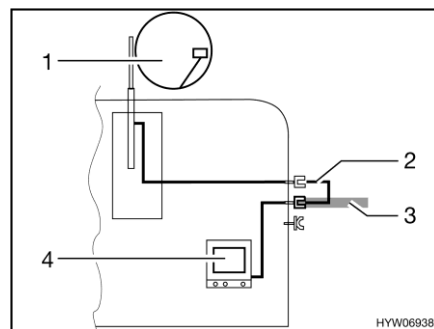

Fig. 222 TV nel veicolo
- TV nel veicolo (Fig. 222,4): Collegamento all'antenna del tetto (Fig. 222,1) con cavo di collegamento (Fig. 222,2)
- TV nel veicolo (Fig. 222,4): Collegamento a antenna esterna (Fig. 222,3)